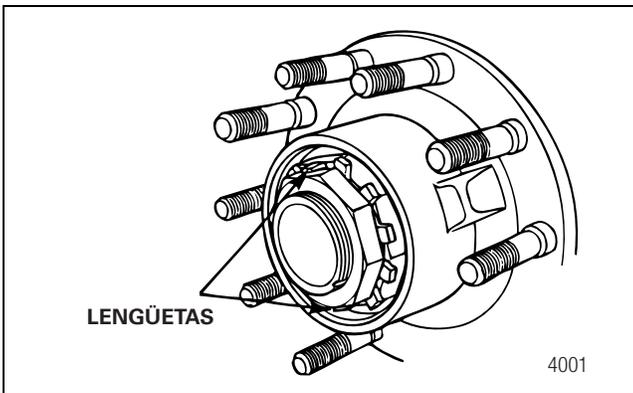

Figura 3.33
11. Utilice una herramienta para doblar las dos lengüetas de la arandela de presión sobre los planos opuestos de la tuerca externa. Sujete la herramienta firmemente sobre las lengüetas. Si la herramienta se resbala de las lengüetas, usted puede dañar el sello externo de la maza. Figura 3.33.